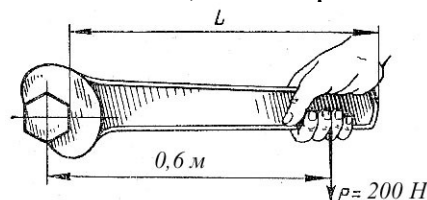

Рисунок 1 - Затяжки гайки односторонним ключом
*Задача 1.* Для затяжки гайки односторонним ключом (рис. 1) приложено усилие, равное 200 Н, на расстоянии 0,6 м. Определить момент силы.